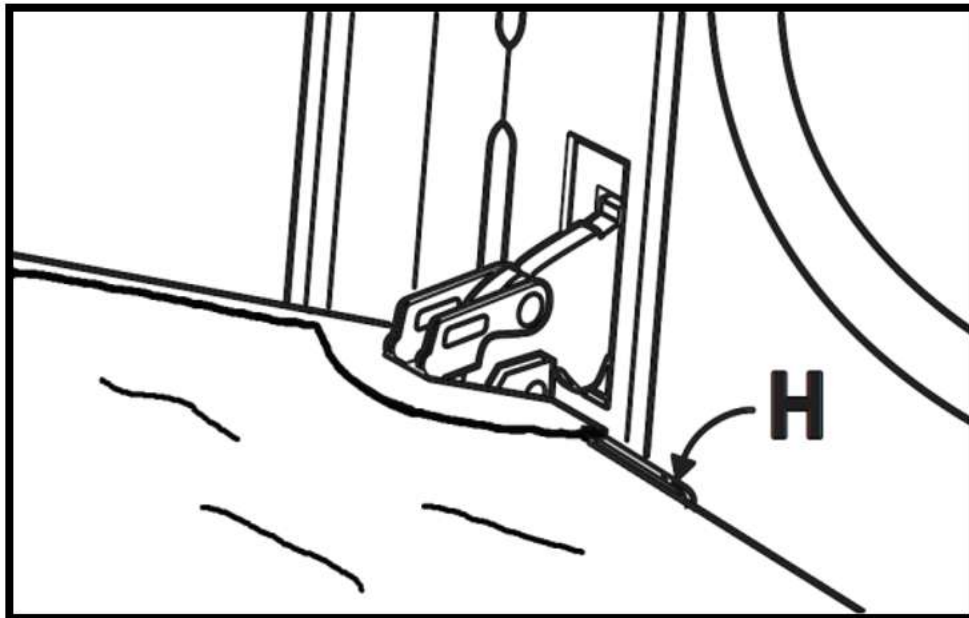

Рис. 14
- Обережно вставте скляну панель відповідно в лівий (E) та правий (F) спрямовувачі та посуньте її до фіксатора **H** (Рис. 14).